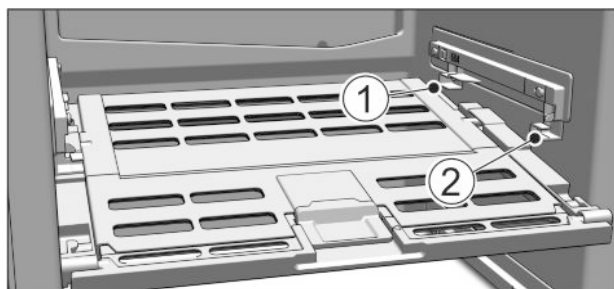

Fig. 75
- ▶ Introduceți capacul Fructe & legume mereu proaspete: Introduceți de jos ghidajele capacului în suportul de sprijin din spate Fig. 75 (1) și cuplați-le în față în suportul de sprijin Fig. 75 (2).